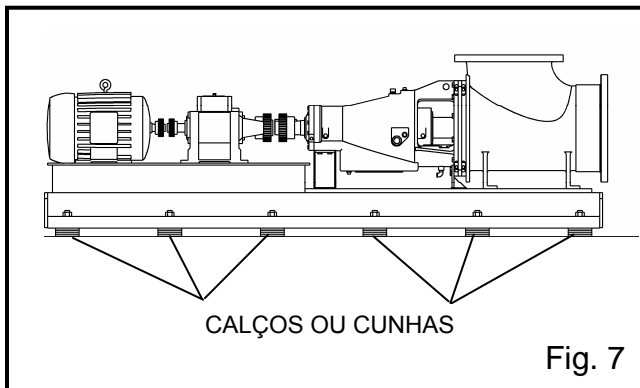

Fig. 7
1. A sub-base deve ser suportada em blocos rectangulares de metal ou em calços de metal tendo um ligeiro declive em cunha. Devem existir blocos ou calços em ambos os lados de cada chumbador. Deve haver uma separação de cerca de $\frac{3}{4}$ a $1\frac{1}{2}$ " (19 a 38 mm) entre a sub-base e a fundação para grutagem (Fig. 7).